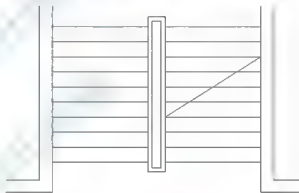

图 2.119 绘制斜线
(1) 打开【**对象捕捉**】功能, 在右侧楼梯段上绘制出一条斜线, 如图 2.119 所示。